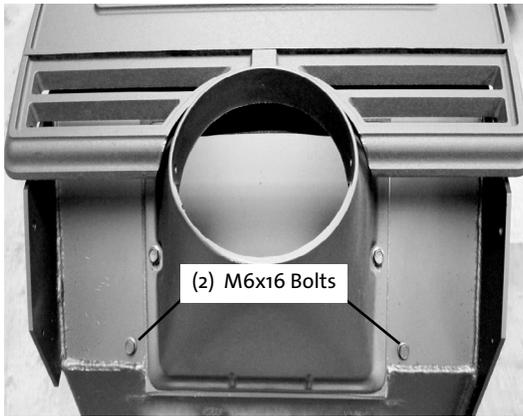

Figure 31. Enlever (2) boulons M6x16 de l'arrière
4. Utilisez une clé ouverte ou de prise de 10 mm pour enlever les boulons M6x16 (2) de l'air secondaire à l'arrière du poêle. Voir figure. 31.